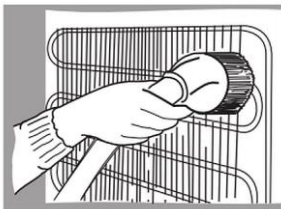

Abb. 11
12. Benutzen Sie eine weiche trockene Bürste, elektrostatische Tücher oder einen Staubsauger (Abb. 11).